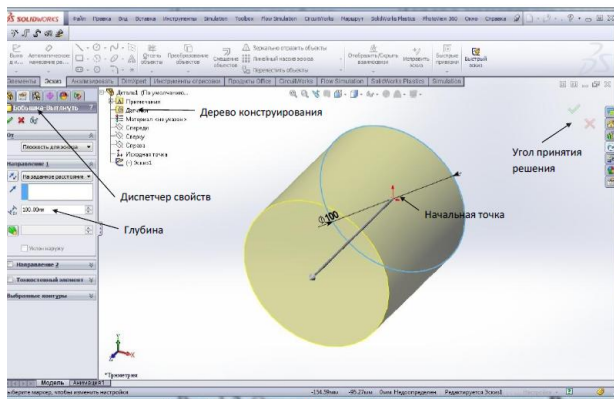

Рисунок 1.4. Определение параметров элемента Вытянуть.
7. Натиснути значок Вихід з ескізу у вікні Кут прийняття рішення, щоб завершити ескіз, при цьому система автоматично запропонує вибір параметрів створюваного елемента Витягнути в вікні Менеджера властивостей (ліва частина екрану), а також в графічній області буде відображатися попередній вигляд створюваного тривимірного елемента (рис. 1.4).
8. У розділі Напрямок 1 вікна Менеджера властивостей встановити параметр Глибина рівним 100 мм (рис. 1.4).